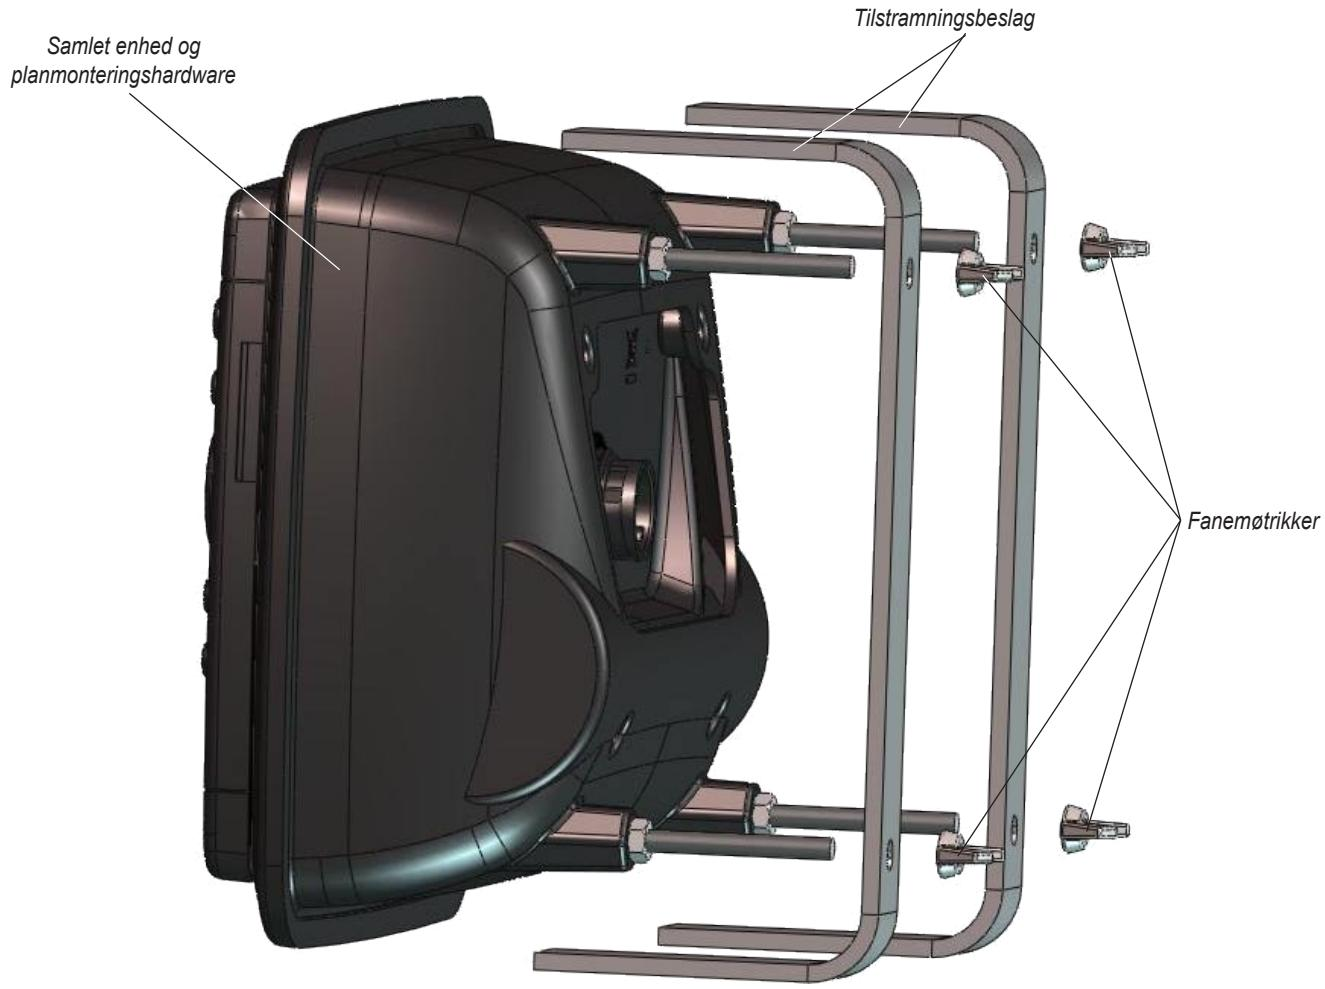

Figur 1
2. Saml planmonteringshardwaren (se Figur 1):
- Isæt de fire (4) sekskantede bolte i huset, så de stikker ud på bagsiden.
- Brug de fire (4) sekskantede møtrikker til at fiksere de sekskantede bolte i huset. Stram møtrikkerne ved brug af 9/32" (7 mm) nøglen uden at overstramme dem.
- Ved hjælp af de fire (4) stjerneskruer sætter du huset sammen med enheden.